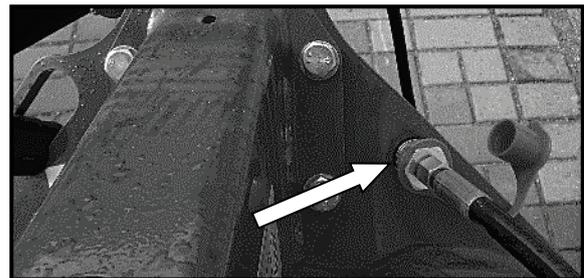

Fig. 139 Almacenamiento de la manguera hidráulica en su soporte
- Encaje la conexión libre de la manguera hidráulica en el soporte para guardar la manguera hidráulica en el cabezal de tres puntos (Fig. 139).